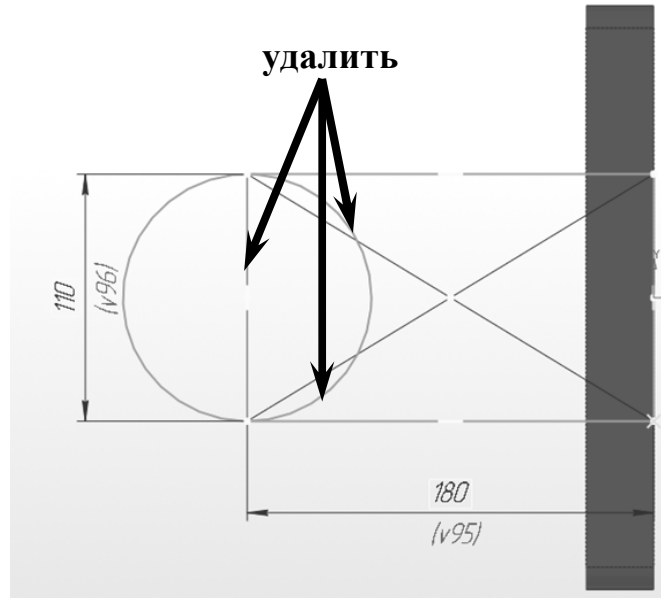

Рис. 2.7. Команда «Усечь кривую»
3. На панели Редактирование выберите команду «Усечь кривую»  укажите мишенью «лишние» участки окружности и прямоугольника, как показано на рис. 2.7.